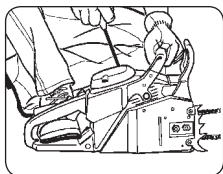

Abb. 9F
5. Stellen Sie die Säge auf eine feste, ebene Unterlage. Halten Sie die Säge fest, wie abgebildet. Ziehen Sie den Starter schnell 4 mal. Beachten Sie die eventuell laufende Kette! (Abb. 9F)